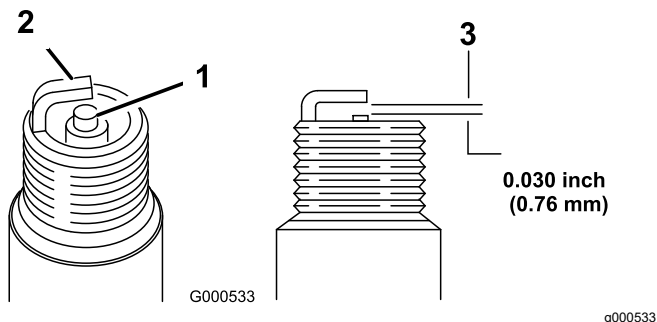

图 45
1. 查看火花塞的中心 图 45。
2. 检查中心电极与侧电极之间的空隙图 45。如果空隙不正确则弯转侧电极。